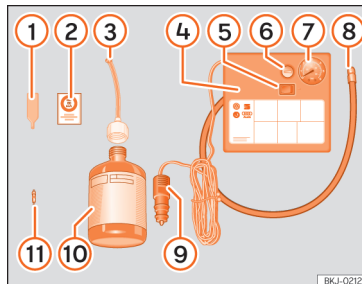

Fig. 247 Representação standard: conteúdo do kit antifuros.
O kit antifuros está localizado na bagageira, por baixo do revestimento do piso. Inclui os seguintes componentes »» **Fig. 247**:
- Desenrosque a proteção e o obus da válvula do pneu. Utilize o aparelho »» **Fig. 247 1** para retirar o obus. Coloque-o numa superfície limpa.
- Agite com força a garrafa de vedante de pneus »» **Fig. 247 10**.
- Enrosque o tubo de enchimento >>> **Fig. 247 ③** na garrafa de vedante. O selo da garrafa partir-se-á automaticamente.
- Remova o tampão do tubo de enchimento >>> **Fig. 247 ③** e enrosque a extremidade aberta do tubo na válvula do pneu.
- Volte a colocar o obus com o aparelho >>> **Fig. 247 ①** na válvula do pneu.
- Enrosque o tubo de enchimento do pneu do compressor >>> **Fig. 247 ⑧** na válvula do pneu.
- Verifique se o parafuso de evacuação de ar está fechado >>> **Fig. 247 ⑥**.
- Ligue o conector >>> **Fig. 247 ⑨** a uma tomada de corrente de 12 volts do veículo >>> **Página 261**.
- Ligue o compressor de ar com o interruptor ON/OFF >>> **Fig. 247 ⑤**.
- Cole o autocolante >>> **Fig. 247 ②** no painel de instrumentos, dentro do campo visual do condutor.
Volte a enrosque o tubo de enchimento >>> **Fig. 247 ⑧** e verifique a pressão no manómetro ⑦.